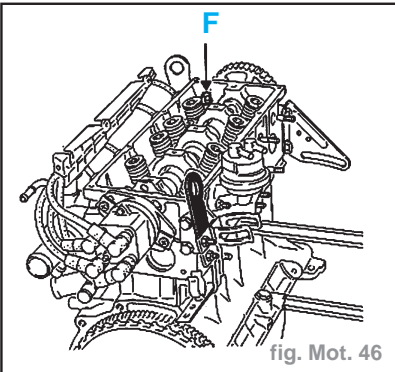

fig. Mot. 46
- les vis de culasse sauf la vis (**F**) que l'on débloquent seulement, puis faire pivoter la culasse autour de la vis (fig. Mot. 46),